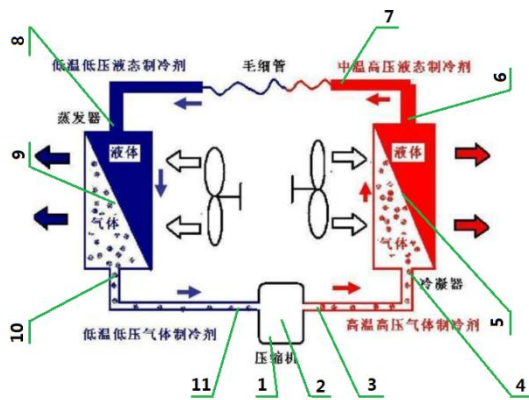

图 1: 单循环制冷系统示意
2、压缩机底部温度 1 (图 1)
3、压缩机中部温度 2 (图 1)
4、排气温度 3 (图 1)
5、冷凝温度 4、5、6 (图 1)
6、节流装置前温度 7 (图 1)
7、蒸发温度 8、9、10 (图 1)
8、回气温度 11 (图 1)